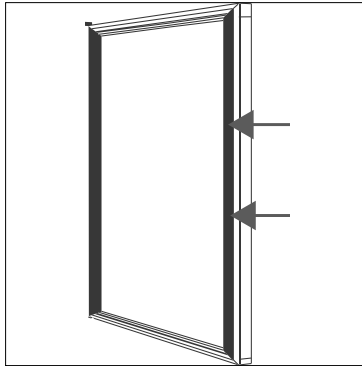

Abb. 2
- ▶ Ziehen Sie die Türdichtung vorsichtig von der Innenseite der Kühlraumtür im mittleren, äußeren Bereich aus der Führung heraus, um die Bohrlöcher für den Türgriff (20) freizulegen (**siehe Abb. 2**).
- ▶ Halten Sie den Türgriff (20) von der Türaußenseite an die Bohrlöcher im Türrahmen und schrauben Sie den Türgriff mit beiden Schrauben fest.
- ▶ Nach der Montage des Türgriffs (20) drücken Sie die Dichtung wieder in die Führung und achten Sie dabei auf einen festen Sitz, damit die Kühlraumtür später dicht abschließen kann.